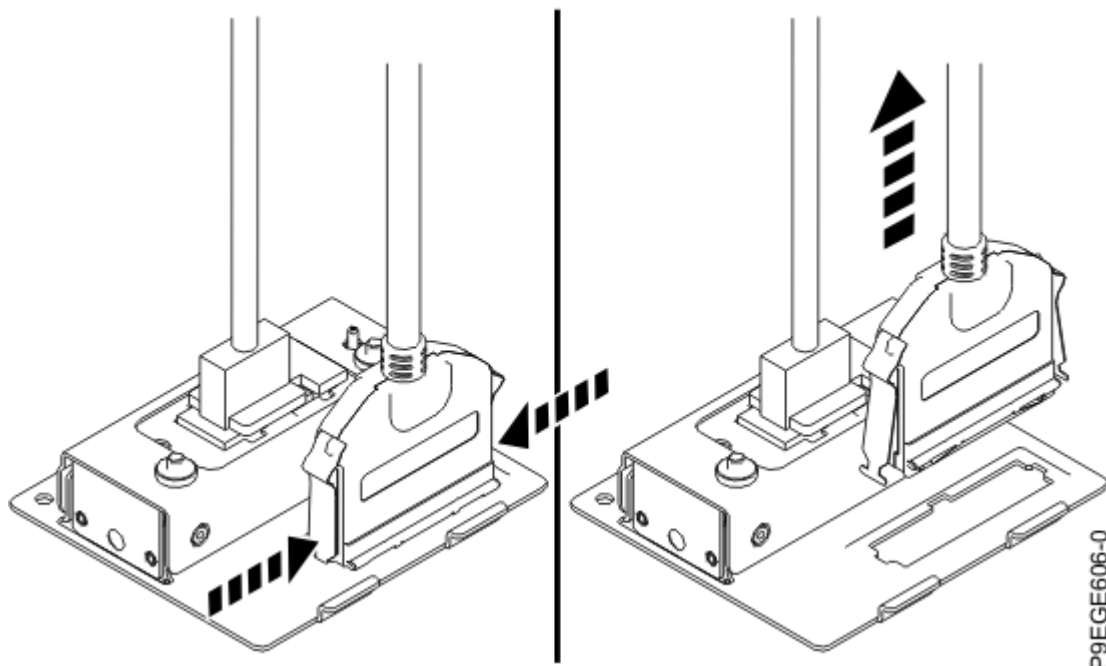

Figura 21. Extracció del cable frontal USB i del sòcol del receptacle frontal USB
10. Pressioneu els pestells d'alliberació per desconnectar el cable frontal USB del receptacle del cable frontal USB, tal com es mostra a la Figura 21 a la pàgina 23.